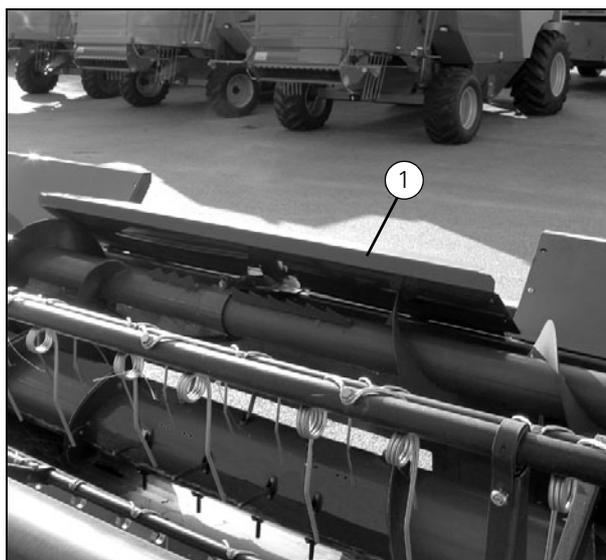
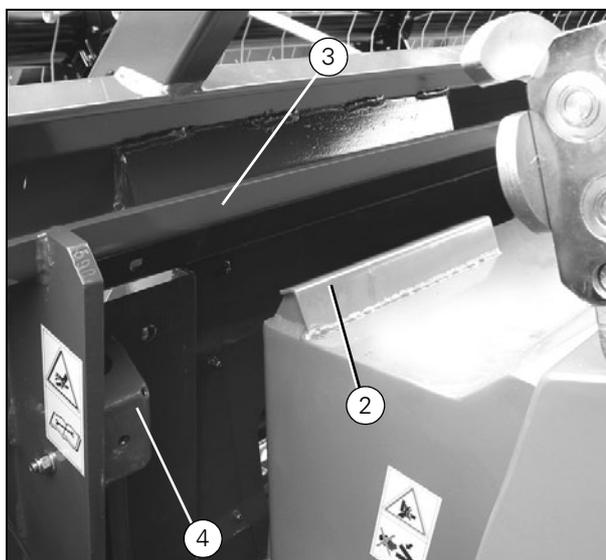
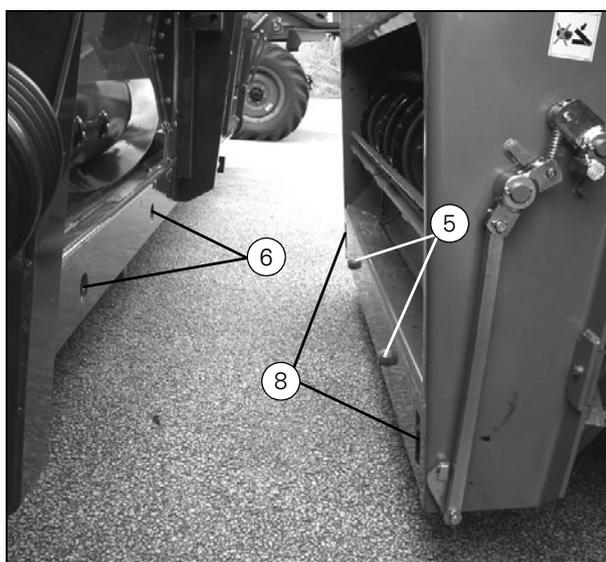
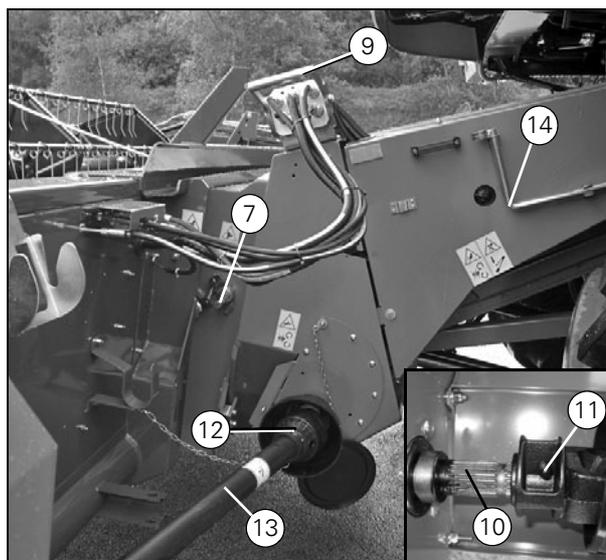

Рисунок 1
Рисунок 2
Рисунок 3
Рисунок 4
(Рис. 1), (Рис. 2), (Рис. 3) и (Рис. 4)
7. Поверните запорное устройство (7) и с помощью гаечного ключа (14), входящего в комплект поставки машины, прикрепите крюки (8) к жатке (Рис. 3).
9. Присоедините многофункциональную муфту к штуцеру главного приемного элеватора и соедините две детали, используя рукоятку (9).